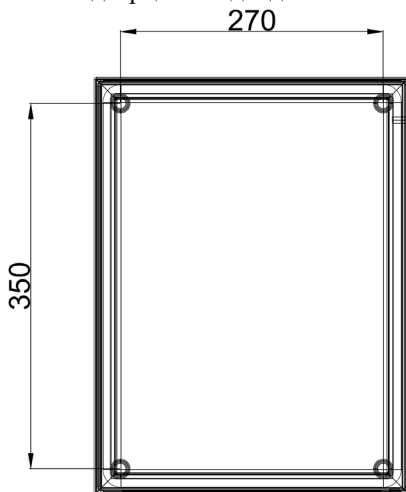

Рис.2.1.1
2.5.2 Установку шкафа производить на стене в соответствии с проектом, согласно разметке, приведенной на Рис.2.1.1 с учетом удобства обслуживания и эксплуатации. Для крепления шкафа к стене использовать анкерные болты М6х80 4-шт. При установке необходимо учесть возможность открывания дверцы и подводки кабелей.